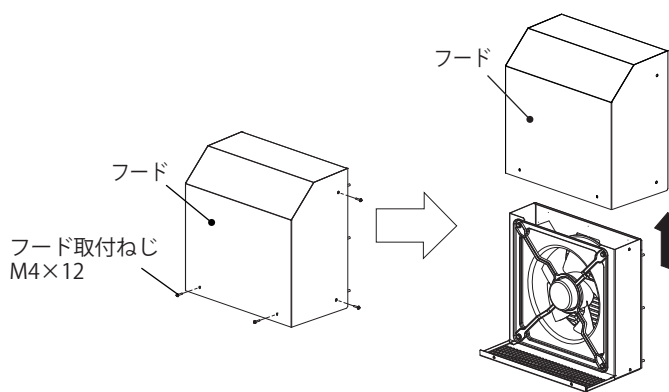

図 4
1. フード取付ねじ M4×12 (6 ヲ所) を取り外し、フードを持ち上げ取り外してください。(図 4)